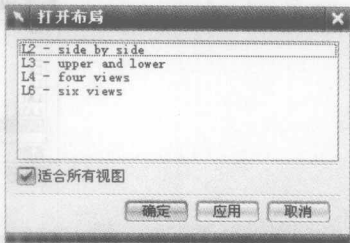

图 1-3 “打开布局”对话框
- 选择【视图】→【布局】→【打开】下拉菜单，弹出如图 1-3 所示的“打开布局”对话框，该对话框用于选择要打开的某个布局，系统会按该布局的方式来显示图形。